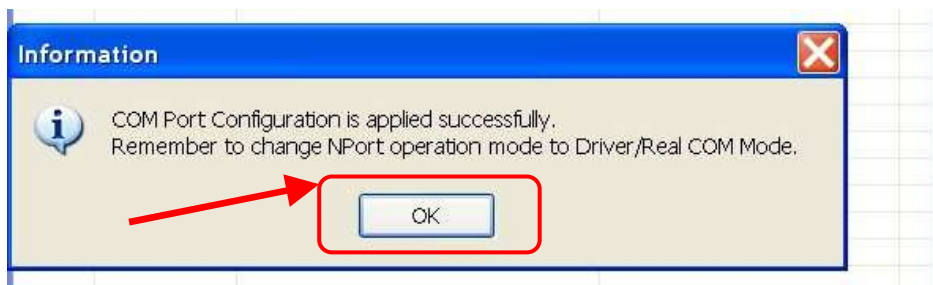

Рис. 16.20. Утилита «NPort Windows Driver Manager», сообщение об успешном применении изменений.
16.23. После появления окна с сообщением об успешном применении изменений, приведённого на Рис. 16.20, нажмите в нём на кнопку «OK».